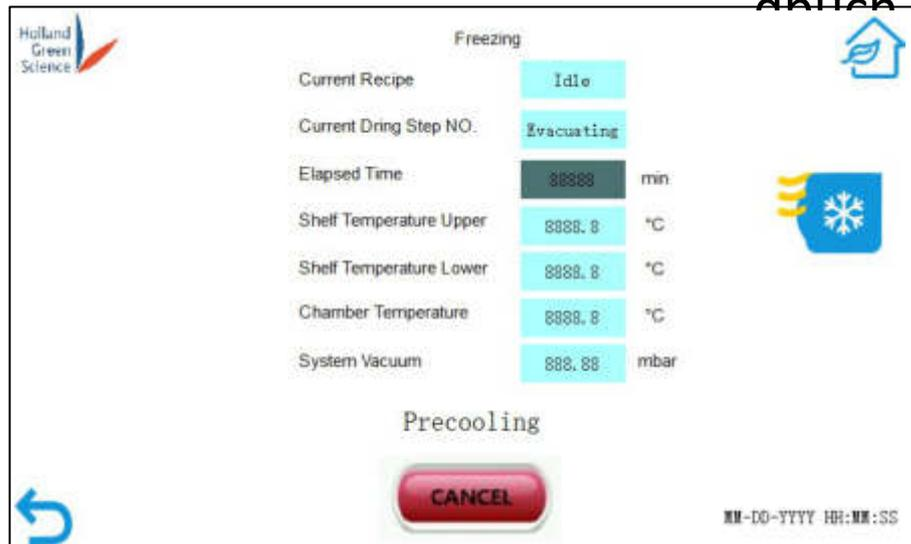

Abbildung 22
- Wenn Sie auf "CANCEL" klicken, wird der Vorgang abgebrochen und Sie kehren zum Startbildschirm zurück (Abbildung 22).